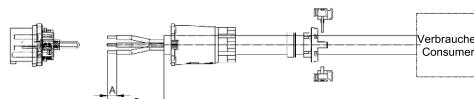
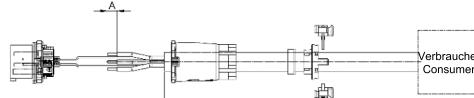
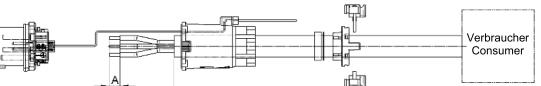

Abb. 6: Schema für Kabel ohne Pilotkontakte
Abb. 7: Schema für Kabel mit integrierten Pilotkontakten
Abb. 8: Schema für Kabel mit separaten Pilotkontakte
- Sind keine Pilotkontakte vorhanden, gemäß Abb. 6 vorgehen. Pilotschlaufe kontrollieren (Abb. 6/2).
- Bei integrierten Pilotkontakten gemäß Abb. 7 vorgehen.
- Bei separaten Pilotkontakten gemäß Abb. 8 vorgehen.
- Kabelverschraubung (Abb. 6/1, Abb. 7/1, Abb. 8/1) über das Kabel ziehen. Äußere Isolation in der Länge B (Abb. 6, Abb. 7, Abb. 8) abmanteln.
- inzelheiten und Pilotkabel jeweils in der Länge A (Abb. 6, Abb. 7, Abb. 8) abmanteln.
3. Länge C (Abb. 7) gibt die Länge des integrierten Pilotkontakte an.
- Kontaktbuchse (Abb. 6/2, Abb. 7/2, Abb. 8/2) mit dem Kabel verschrauben.